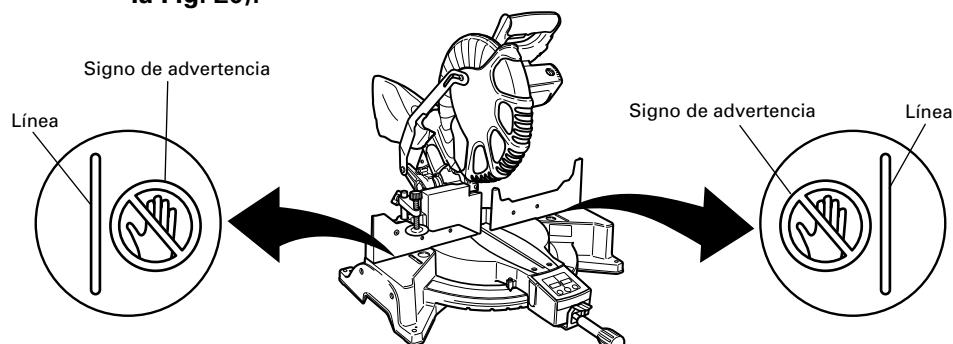

Fig. 20
* No coloque nunca sus miembros dentro de la línea cerca del signo de advertencia mientras esté utilizando la herramienta. Esto podría resultar peligroso (consulte la Fig. 20).